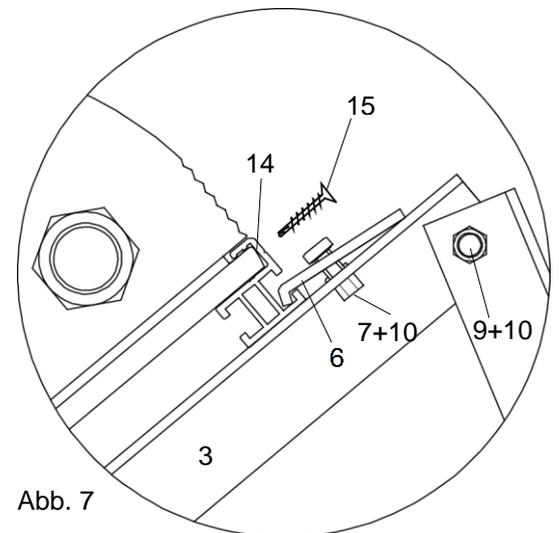
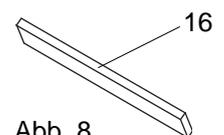

Abb. 7
Abb. 8
- Fixieren Sie nun das Befestigungsprofil oben mit den Spannklemmen (6) und den Torband-Schrauben (7) am Schrägteil des Dreiecks in den dafür vorgesehenen Bohrungen (Abb. 7).
- Kontrollieren Sie den festen Sitz aller Spannklemmen (6) und Schrauben (7, 9 u. 13).
- Im Fall, dass mehrere Befestigungsprofile (14) aneinander zu Reihen sind, wird das Verbindungsteil (16) in die entsprechende Führung des Profils eingeschoben um die Profile miteinander zu verbinden (Abb. 8).
- Befestigen Sie jeden Kollektor mittels Bohrschraube (15) unten und oben durch die vorgesehenen Löcher am Befestigungsprofil (14).